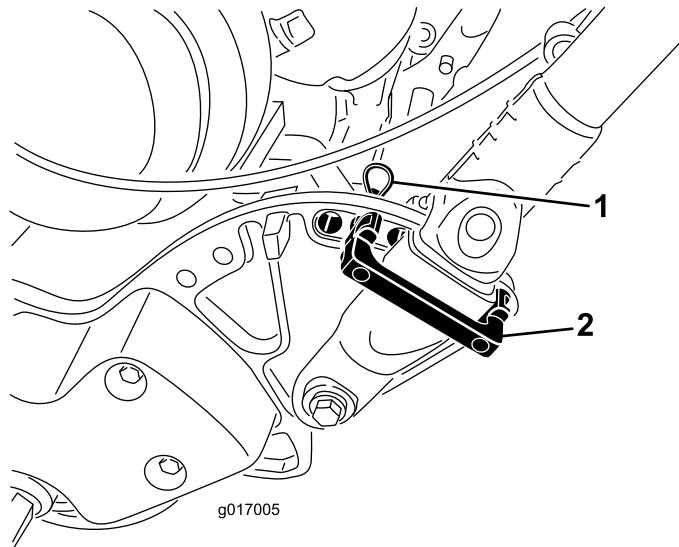

图23
1. 卸下剪草机两侧手柄卡环上的发卡销（图23）。
2. 当撑住手柄时，取下两侧的发卡销，然后将手柄旋转到所需的操作位置（图23）。